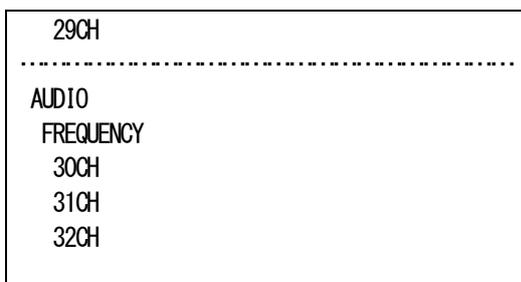

図4-42 オンスクリーンメニュー (FREQUENCY例)
- 1) AUDIOメニューで「FREQUENCY[FREQ]」を選択し、**ENTER** ボタンを押すと図4-42のような設定メニューが表示されます。